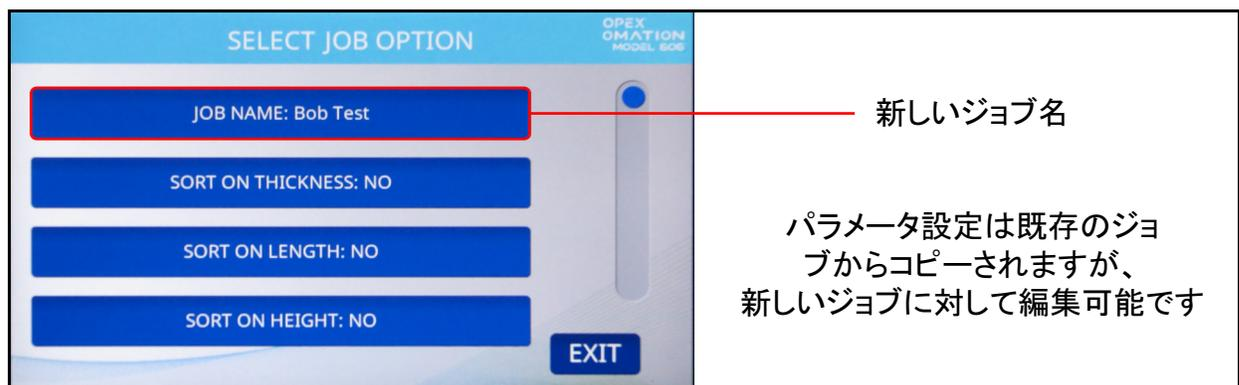

図 6-13 : ジョブオプションの選択画面
5. 必要に応じて、ジョブオプションを変更します (図 6-13)。これらについては「ジョブパラメータの詳細」(92 ページ) で詳しく説明しています。